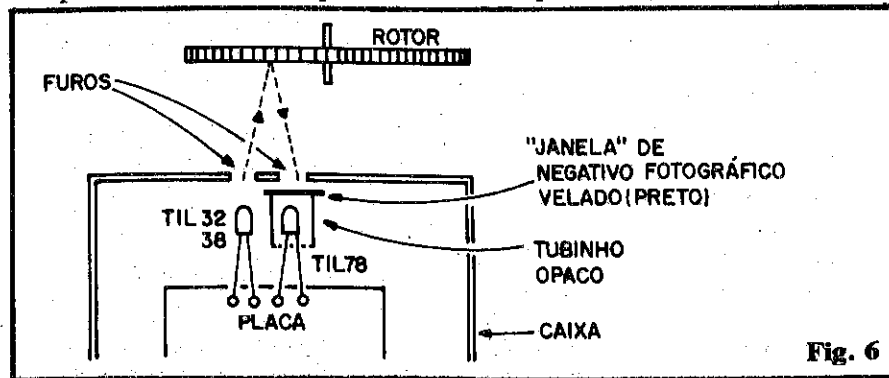
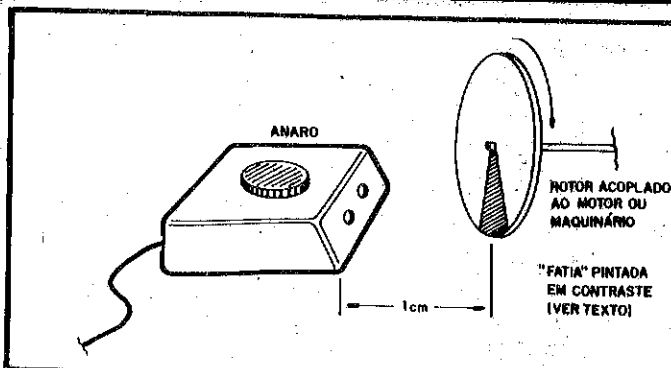

Fig. 6
Fig. 8
- FIG. 6 - O "ENCAIXAMENTO" - AS "JANELAS" E O FILTRO - O conjunto opto-sensor funcionará por reflexão, ou seja: o LED infravermelho emite um feixe de luz invisível, que é refletido por uma superfície, em seguida "devolvido" ao foto-transistor... Assim, alguns cuidados óticos básicos são necessários:
- **FIG. 8 - A CAIXA - A DISPOSIÇÃO DE SENSOREAMENTO** - O número reduzido de componentes, e o pequeno tamanho geral da placa e das próprias peças, permitirá a fácil acomodação do circuito num **container** padronizado, sem problemas... Sugerimos que, numa das laterais menores fiquem os dois furinhos correspondentes às "janelas" do módulo ótico (fig. 6) e que, na lateral oposta saiam os cabos de alimentação